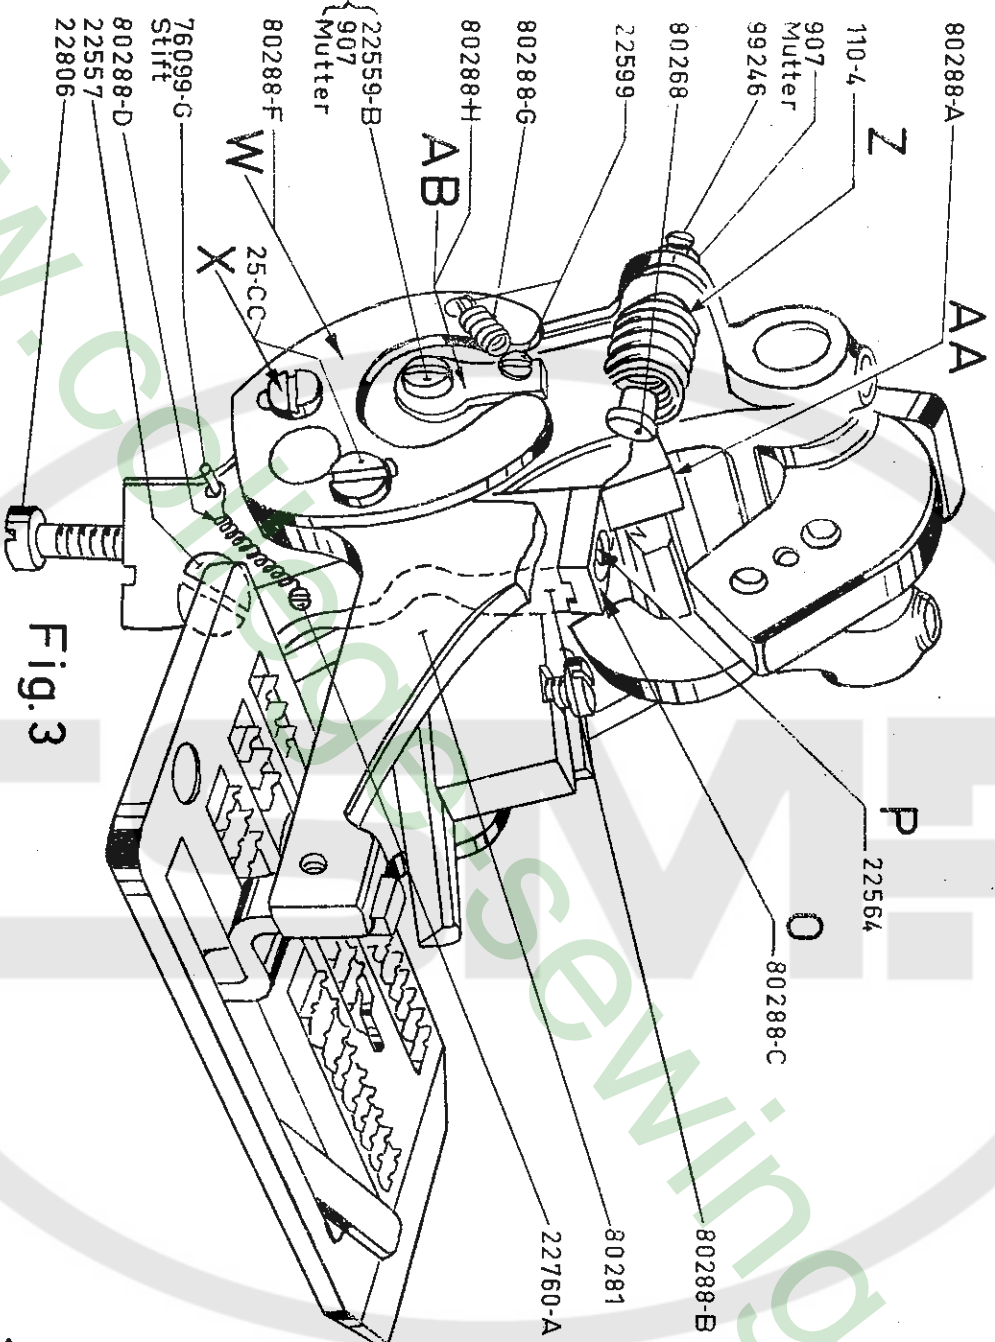

Fig. 3
5. Löse die Schraube "P" (Fig. 3) und bringe den Schaltschuh "O" ganz nach links. Drehe das Handrad bis der Mitnehmer "K" (Fig. 1) seine tiefste Stellung erreicht hat. Drehe die Schraube "D" bis die Schneide der Klinke "G" über die Schneide des Mitnehmers "K" schnappt. Drehe die Schraube "D" um eine viertel bis halbe Umdrehung zurück, damit der erforderliche Spielraum zwischen den Schneiden erreicht wird. Dann ziehe die Gegenmutter der Schraube D wieder an. Wenn die Schraube "D" zuweit gedreht wird, arbeitet der Apparat nicht. Kommen die Schneiden des Mitnehmers und der Klinke nicht in Eingriff, so kann es notwendig werden, die Verbindungsstange "J" mit Hilfe der Feststellmutter "I" nachzustellen. Der richtige Abstand von Mitte zu Mitte Kugel beträgt 103,2 mm. Infolge der unvermeidlichen Toleranzen schwankt dieser Abstand etwas und bedarf einer individuellen Einstellung.
7. Wird der Taster leicht angehoben, so fällt die Schalt Nase "AA" durch Einwirkung des Steuerhebels "AB" (Fig. 3) von dem Schaltschuh "O" herunter, und das Messer schneidet innerhalb von etwa eineinhalb Umdrehungen des Handrades oder weniger das Einfassband ab. Es ist zu prüfen, ob die Messer über ihre ganze Länge schneiden.
8. Die Lage des Tasters "V" kontrolliert die überstehende Kreppbandlänge am Anfang des Sackes, nicht am Sackende. Der kurvenförmige Mitnehmer "W" (Fig. 3) für den Steuerhebel kann etwas vor oder zurück gestellt werden, um die Länge des Abschnittes am Anfang des Sackes zu verändern. Zu diesem Zweck löse die Schrauben "X" und drehe den Mitnehmer nach der Handradseite zu. Hierdurch wird der Abschnitt kürzer. Eine entgegengesetzte Drehung des Mitnehmers bewirkt einen längeren Abschnitt. Der Druck der Steuerfeder "Z" sollte so eingestellt sein, daß er eben ausreicht, den Taster in seine unterste Stellung zurückzubringen. Einstellmöglichkeit durch Schraube 99246 und Gegenmutter 907.